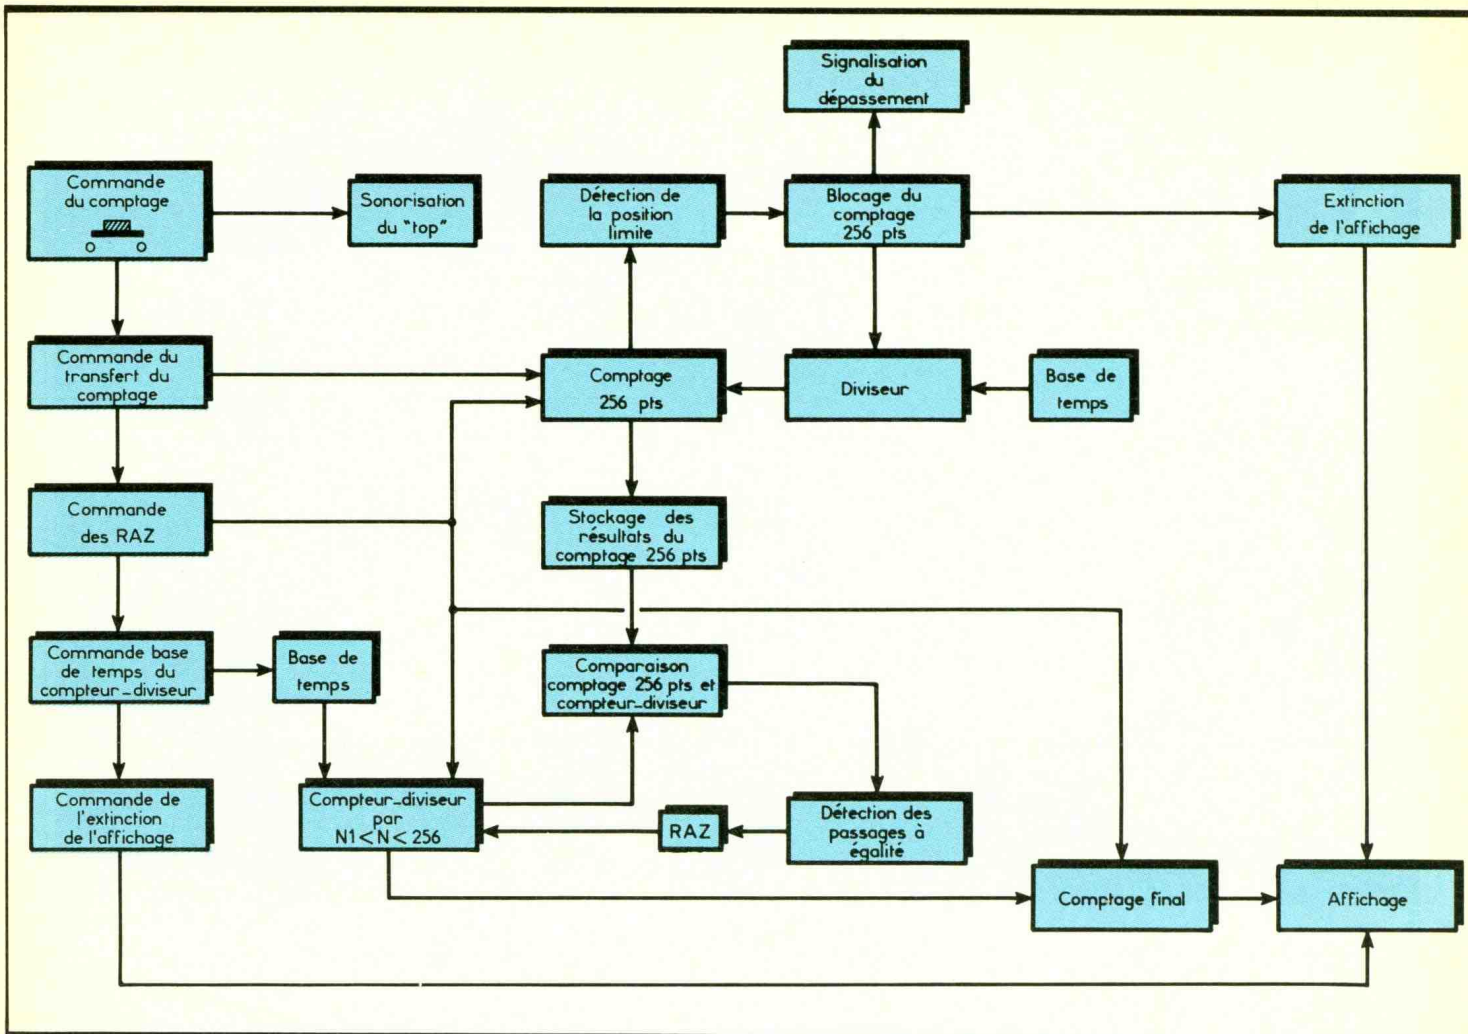

Fig. 1 Synoptique de fonctionnement.
a) Le principe de fonctionnement (fig. 1)